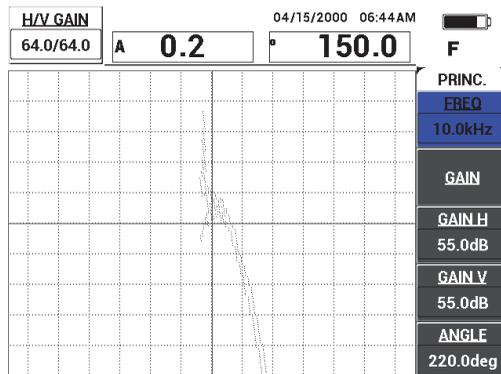

Figure 6-34 Réglage de l'amplitude du signal
8. Appuyez sur la touche GAIN (**dB**), et puis réglez l'amplitude du signal de manière à ce que le signal du décollement s'étende sur environ 4 divisions à partir de la position d'équilibrage (réticules) [voir la Figure 6-34 à la page 158].